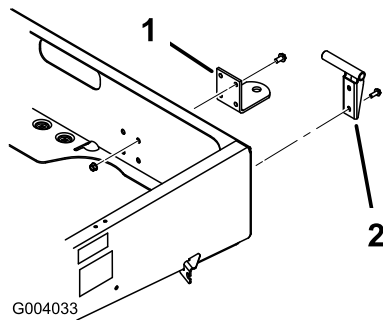

Bild 8
2. Fluchten Sie die Anbauvorrichtung mit den Befestigungslöchern im Rahmen aus. Befestigen Sie die Anbauvorrichtung mit den Schrauben und Muttern (Bild 8).
- Befestigen Sie die linke Schwenkhalterung mit zwei Bundkopfschrauben ((3/8 x 1 Zoll)) an der hinteren linken Ecke des Rahmens. Ziehen Sie die Schrauben mit 22 Nm an. Positionieren Sie die Halterung wie in Bild 8 dargestellt.